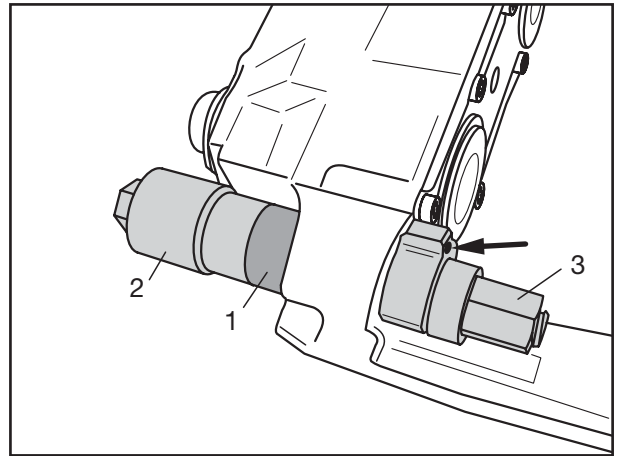

Fig. 15
- [41] Choisir une rondelle (1) appropriée pour chasser le manchon de guidage (Ø 35 ou Ø 39 en fonction de l'exécution).
- [42] Appliquer l'outil d'emmanchement/d'extraction (réf. BPW 02.0130.59.00) sur l'étrier de frein. Serrer légèrement l'écrou (2) à la main.
- [43] En maintenant l'écrou au moyen d'une clé polygonale, extraire la douille de guidage au moyen d'un outil approprié (3).
- [45] Neue Führungshülse (1) in das Werkzeug (2) einführen.
- [47] Werkzeug mit Führungshülse (wie in Fig. 15 gezeigt) am Bremssattel ansetzen.
- [48] Mutter (3) leicht mit der Hand anziehen.
| <p>[44] Thoroughly remove rust from bore hole if corroded and prime with zinc spray (allow coating to dry).</p> <p>[45] Insert a new guide sleeve (1) into the tool (2).</p> <p>[46] Turn the threaded pin on the tool (arrow) back until there is no projection on the contact surface.</p> <p>[47] Position the tool and guide sleeve on the brake caliper (as shown in Fig. 15).</p> <p>[48] Tighten the nut (3) lightly by hand.</p>
Do not damage the seal elements of the guide sleeve when checking the metal ring. The metal ring must not move.</p> <p>[53] Rub the inside and outside of the guide sleeve (2) with Renolit HLT2.</p> <p>[54] Insert the guide bush through the brake pad cavity into the guide sleeve.</p> <p>[55] Install the brake caliper (see chapter 8.2).</p> | <p>[44] En cas de corrosion, éliminer de la cavité toute trace de rouille et passer une première couche au spray de zinc (attendre que la couche de fond durcisse).</p> <p>[45] Introduire la douille de guidage (1) neuve dans l'outil (2).</p> <p>[46] Dévisser la vis sans tête de l'outil (flèche) jusqu'à ce qu'elle ne dépasse plus vers le plan d'adaptation.</p> <p>[47] Appliquer l'outil muni de la douille de guidage (comme indiqué sur la Fig. 15) sur l'étrier de frein.</p> <p>[48] Serrer légèrement l'écrou (3) à la main.</p>